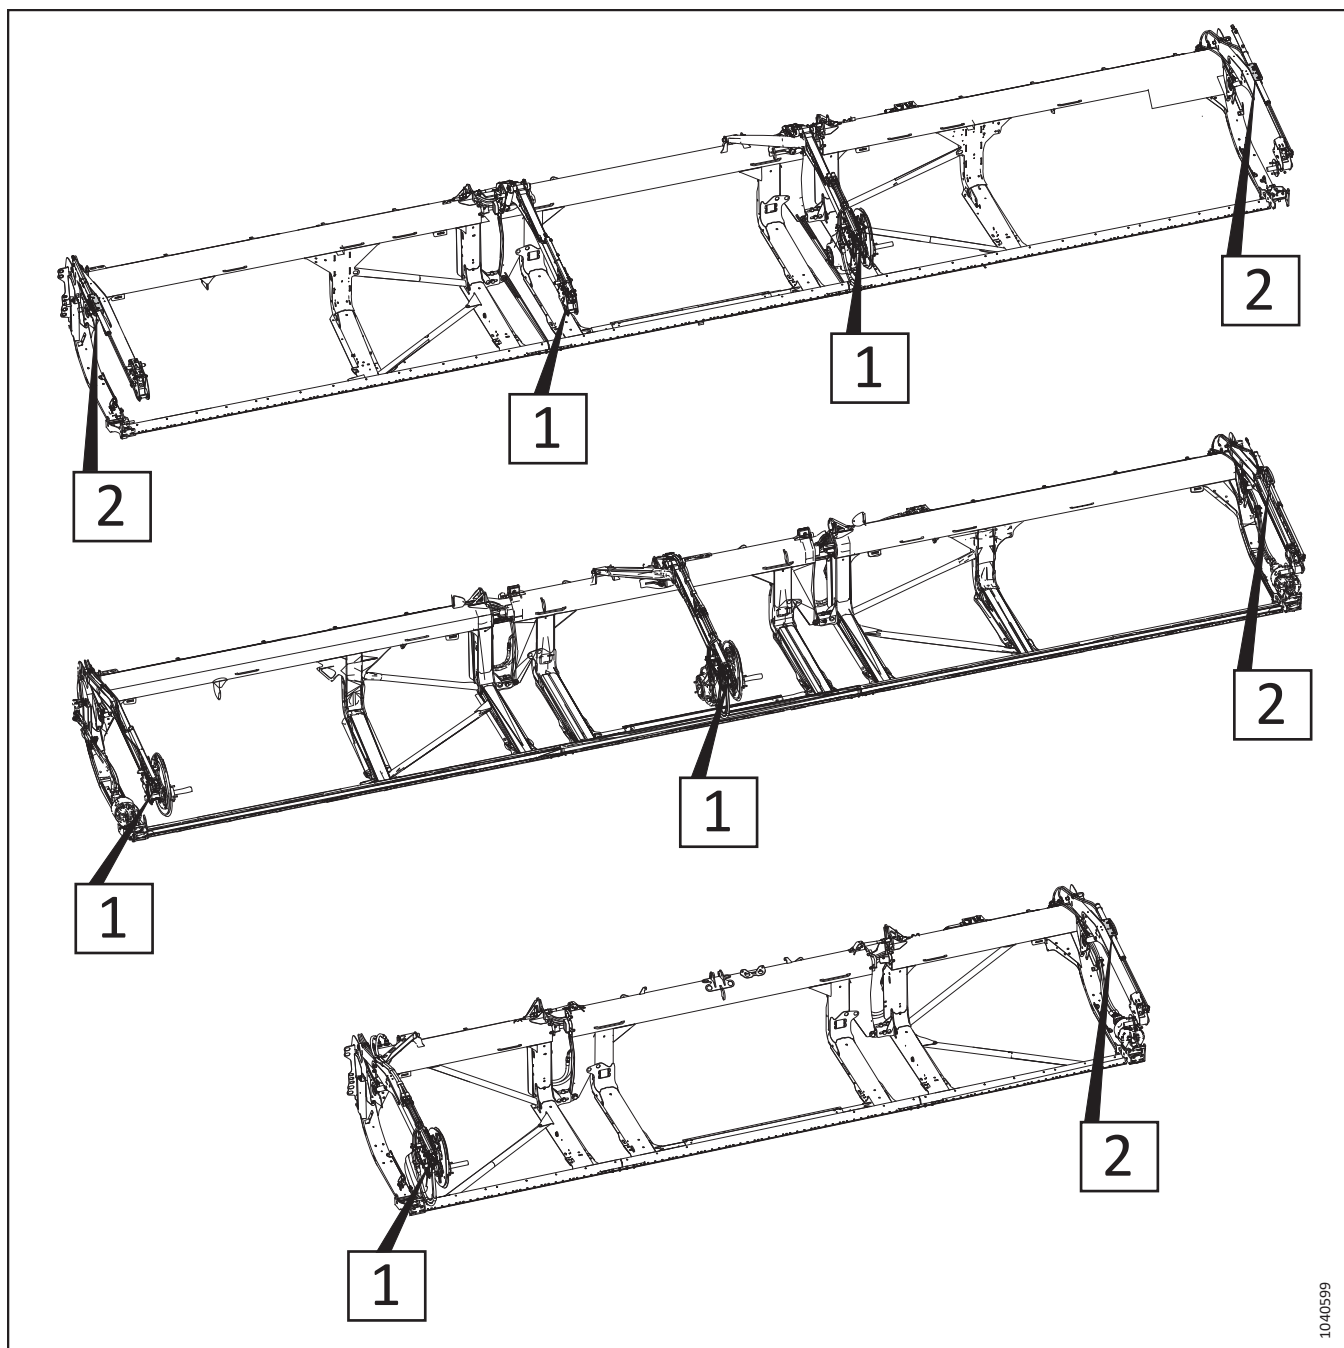

Figure 3.215: Vérins avant-arrière réglables – Numéros de référence des procédures
5. Consultez la figure 3.215, page 189 pour trouver les procédures de réglage des vérins avant-arrière adaptées à votre type de plateforme. Le numéro sur l'illustration se rapporte à l'une des procédures suivantes :